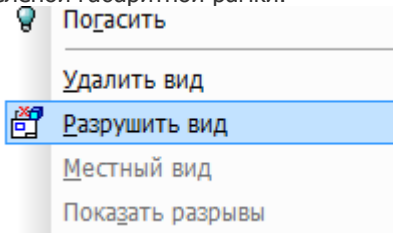

Рис. 12
9.1 Щелкнуть правой клавишей мыши внутри габаритной рамки для вызова контекстного меню и выбрать **Разрушить вид/ОК** (см. рис. 12).